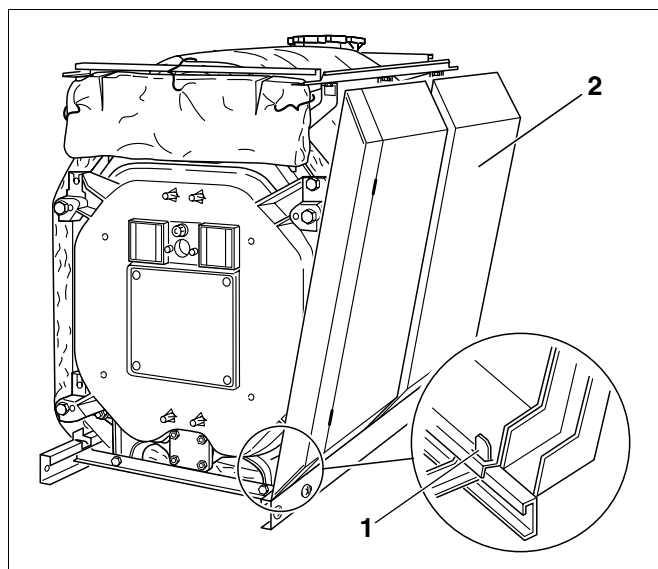

Fig. 50 Montering af delene til sidekapperne
- Hægt de forreste sidekapper (fig. 50, **pos. 2**) i venstre og højre side fast forneden i sokkelskinnernes opbukkede lasker (fig. 50, **pos. 1**), og skub dem derefter over længdeskinnernes ombuk foroven.